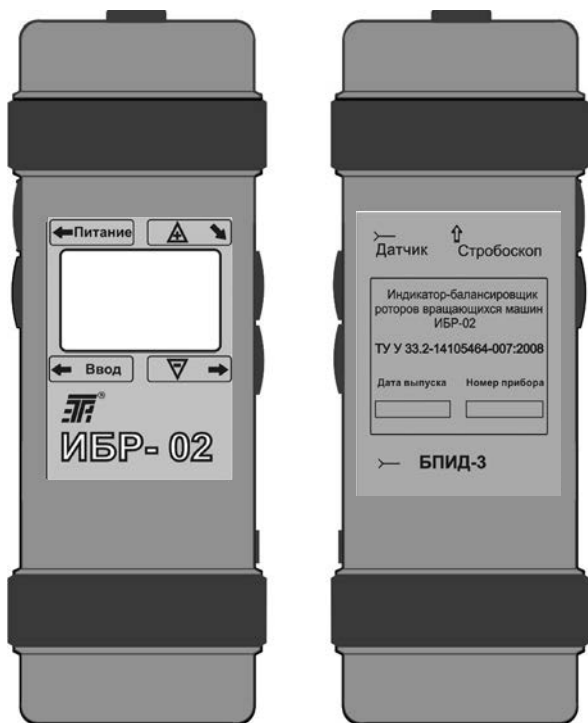

Рис. 4.1 Общий вид индикатора ИБР-02
4.1 Конструкция индикатора (рис. 4.1, 4.2)